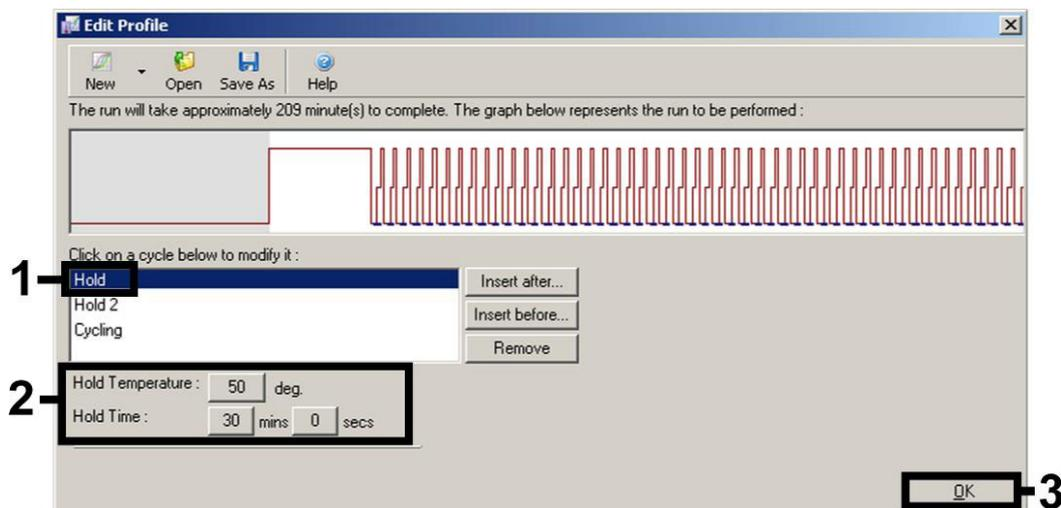

**Figure 3. Modification du profil.** La capture d'écran relative au kit *artus* HI Virus-1 QS-RGQ est présentée comme exemple.
5. Cliquer sur le bouton « Edit Profile » (Modifier le profil) dans la boîte de dialogue « New Run Wizard » (figure 3). Programmer le profil de température approprié pour le kit *artus* QS-RGQ pertinent, comme montré dans le tableau 1, en utilisant comme guide les exemples de captures d'écran présentés dans les figures 3–6 (des captures d'écran relatives au kit *artus* HI Virus-1 QS-RGQ sont présentées comme exemples).
6. La plage de détection des canaux de fluorescence doit être déterminée selon les intensités de fluorescence des tubes de PCR. Dans la boîte de dialogue « New Run Wizard », cliquer sur « Gain Optimisation » (Optimisation du gain) (cf. figure 3) pour ouvrir la boîte de dialogue « Auto-Gain Optimisation Setup » (Configuration de l'optimisation du gain automatique). Régler la température de calibration pour qu'elle corresponde à la température d'hybridation du programme d'amplification, puis ajuster les sensibilités des canaux de fluorescence (tableau 2 et capture d'écran présentée comme exemple dans la figure 7).